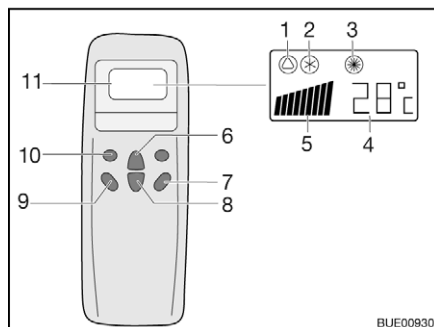
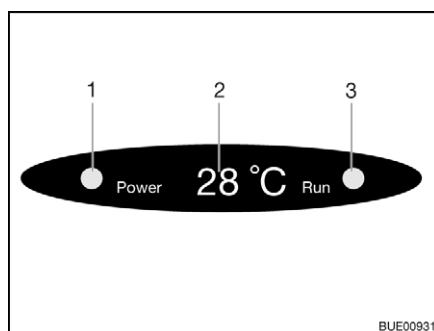

Fig. 197 Télécommande
Fig. 198 Affichage sur le diffuseur
- Appuyer sur la touche "ON/OFF" (Fig. 197,7).
- Appuyer sur la touche "Mode" (Fig. 197,10) autant de fois que nécessaire pour que le mode de fonctionnement souhaité (Fig. 197,1, 2 ou 3) s'affiche à l'écran. Le voyant de contrôle correspondant s'allume sur l'écran du diffuseur (Fig. 198,3).
- Régler la température souhaitée avec les touches d'augmentation de la température (Fig. 197,6) ou de diminution de la température (Fig. 197,8).
- Sélectionner le niveau de ventilation souhaité à l'aide de la touche de vitesse du ventilateur (Fig. 197,9).